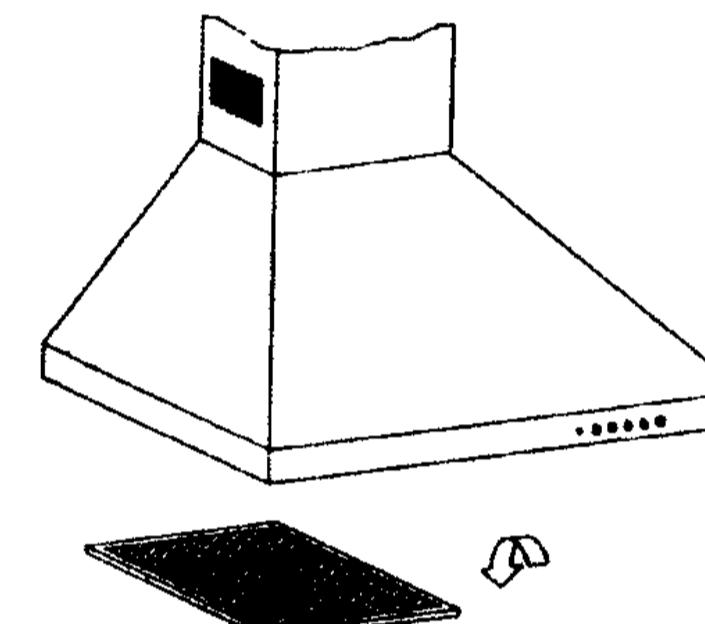
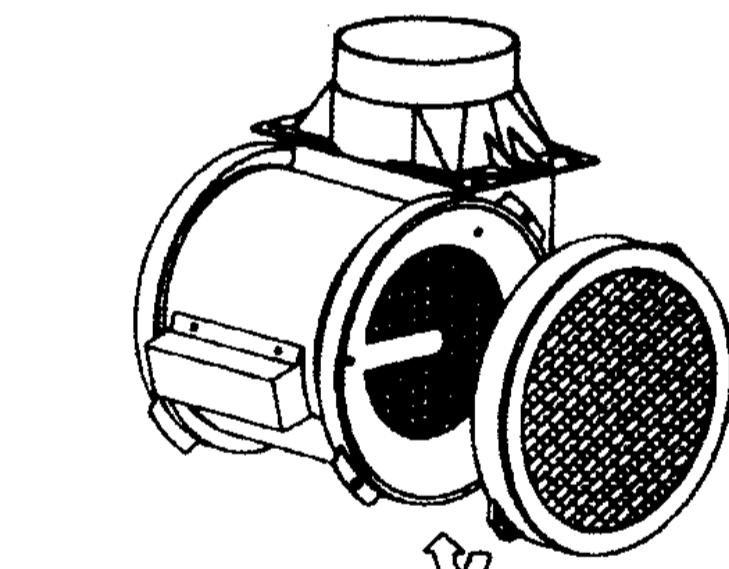

Fig.2
Fig.4
In this case, air is circulated through opening F (Figure 2). In order for the hood to function as a filtering purifier, two acti-
ve carbon filters. Which need to be ordered as **Separate accessories** must be used. The active carbon filters must be replaced periodically to work properly, at least once every three months (depending on the frequency with which the hood is used). (Fig. 4)
- Mark the wall at the location of support E (Figure 2) according to the heights and specifications shown on the attached jig.
- Place tube A with the extendible part B hanging on the inside, making sure that flange D is correctly lodged in the support E (Fig. 2).
In dit geval wordt de luchtcirculatie via opening F (Afb. 2) gerealiseerd. Om de afzuigkap als luchtverversingsapparaat te laten functioneren is het gebruik van twee koolstoffilters onontbeerlijk, die als accessoire afzonderlijk besteld dienen te worden. Voor een goede werking dienen deze koolstoffilters regelmatig, minimaal om de drie maanden, vervangen te worden (afhankelijk van de mate waarin de afzuigkap gebruikt wordt). (Afb. 4).
- Op de muur de plaats van de steun E (Afb. 2) afdelen, volgens de maten en specificaties van het bijgevoegde sjabloon.
- Plaats het buis A met het telescoopdeel B erin; zorg ervoor dat de rand D op de juiste positie in de houder E is. (Afb. 2).